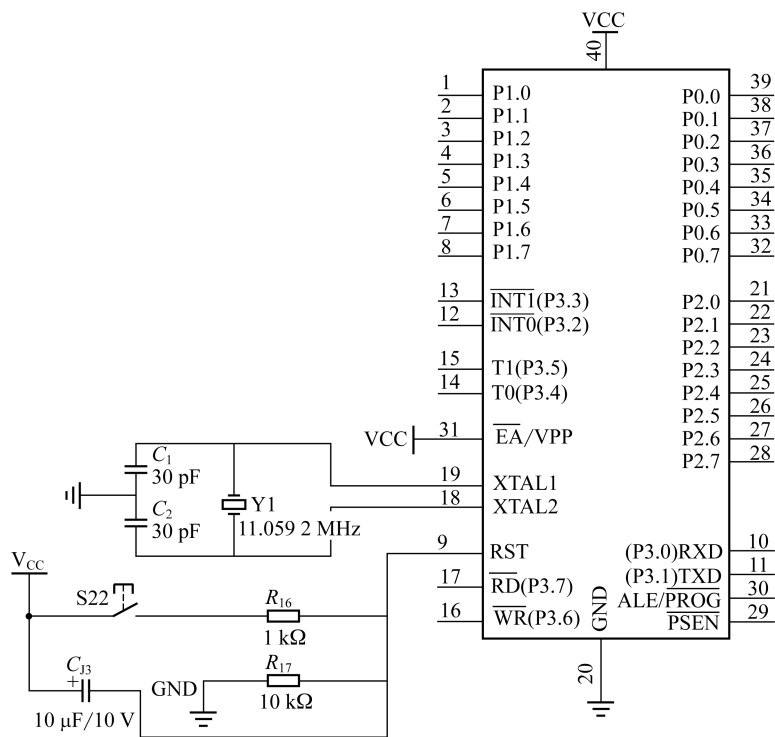

图 1-5 单片机最小系统
单片机的最小系统就是让单片机能正常工作并发挥其功能时所必需的组成部分, 也可理解为用最少的元器件组成的单片机可以工作的系统。对 MCS-51 系列单片机来说, 最小系统一般包括单片机、电源电路、时钟振荡电路、复位电路, 如图 1-5 所示。下面主要介绍后两个电路。
(1)上电复位：目的是在电路通电时马上进行复位操作，让单片机进入正常工作状态。MCS-51 系列单片机为高电平复位，通常在复位引脚 RST 上连接一个电容到 VCC，再连接一个电阻到 GND，由此形成一个 RC 充放电回路，来保证单片机在上电时 RST 脚上有持续时间超过两个时钟周期的高电平进行复位，随后回归到低电平进入正常工作状态。这个电阻和电容的典型值分别为 $10\text{ k}\Omega$ 和 $10\text{ }\mu\text{F}$ ，如图 1-5 中的 C_{J3} 和 R_{17} 组成上电复位电路。
(2)手动复位：目的是在必要时可以手动操作，就像计算机的重启按钮。如图 1-5 所示，复位按键 S22 的一端接电源 VCC，另一端通过电阻 R_{16} 接到 RST 引脚，当按键按下持续时间超过两个时钟周期的高平时进行复位，松开按键后通过 R_{17} 放电回归到低电平进入正常工作状态。